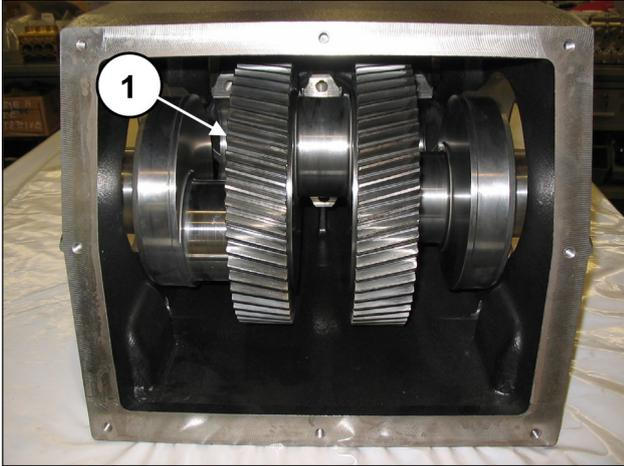

Fig. 51
**Insérer le vilebrequin dans le carter de sorte que les dents des couronnes soient tournées comme le montre la Fig. 51.**